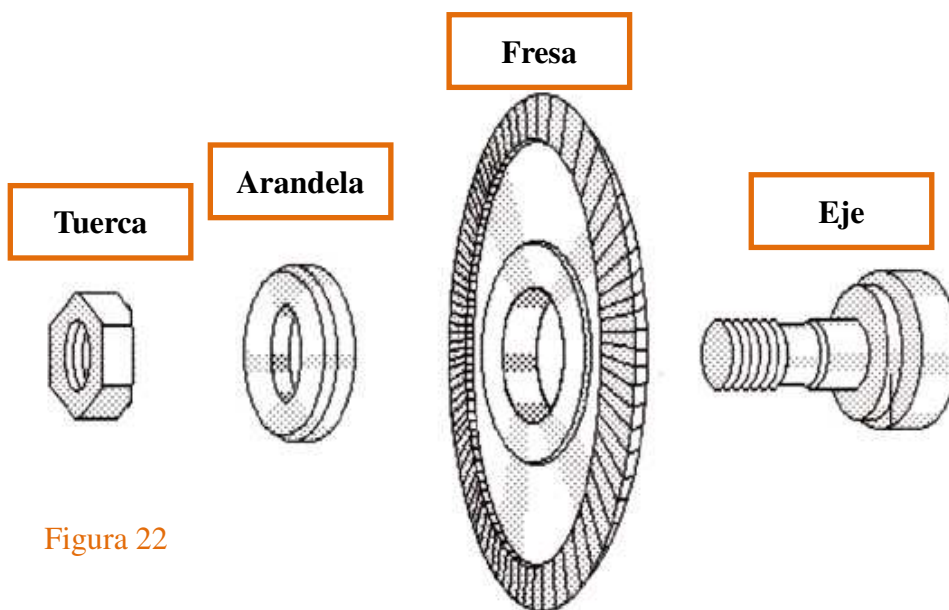

Figura 22
- 4) Afloje la tuerca girándola en **sentido horario**. Retire la tuerca del eje, la arandela y la fresa desgastada (ver figura 22).
- 5) Reemplace la fresa desgastada por una nueva. Asegúrese de que la nueva fresa esté colocada correctamente en el eje (ver figura 22).
- 6) Vuelva a colocar la arandela y la tuerca como se muestra en la figura 22.